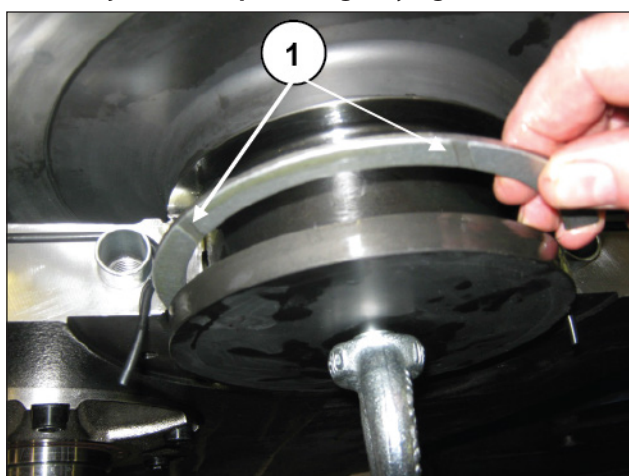

Fig. 101
Los anillos de tope se han de montar de manera que las descargas de la superficie estén orientadas hacia los topes interior y exterior del eje acodado (pos. ①, Fig. 99 y Fig. 101).